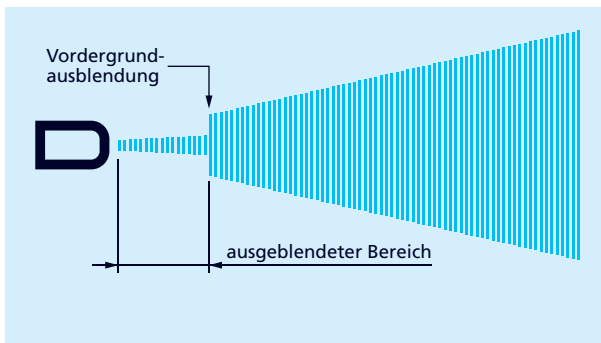

Bild 12: Messkonfiguration – Vordergrundausbldung
– von der Blindzone bis zum eingestellten Wert – das Echo-signal unterdrückt (vgl. Bild 12).